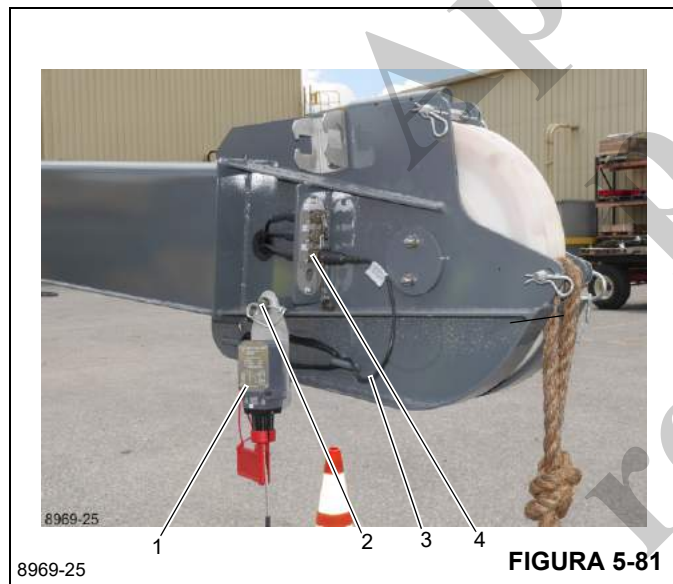

FIGURA 5-81
1. Instale a chave do dispositivo anticolisão do moitão (1, Figura 5-81) no pino (2) e prenda com um grampo de retenção.
2. Direcione o cabo do dispositivo anticolisão do moitão (3) para que ele não seja danificado durante a operação do guindaste e conecte a chave do dispositivo anticolisão do moitão ao terminal (4).
1. Remova o plugue do terminal (4, Figura 5-81).
2. Remova o conjunto da chave do dispositivo anticolisão do moitão (1) do pino (2).